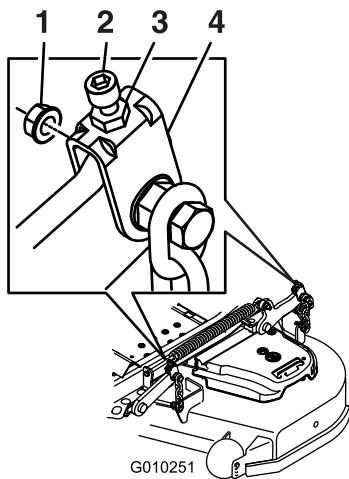

Figure 90
10. Le cas échéant, desserrez l'écrou Whizlock sur le côté de la chape et l'écrou de blocage sur le dessus (Figure 90).
17. Ajustez précisément la vis de réglage en la tournant jusqu'à obtention d'une hauteur de 8,3 mm (3¼ po) (Figure 90).